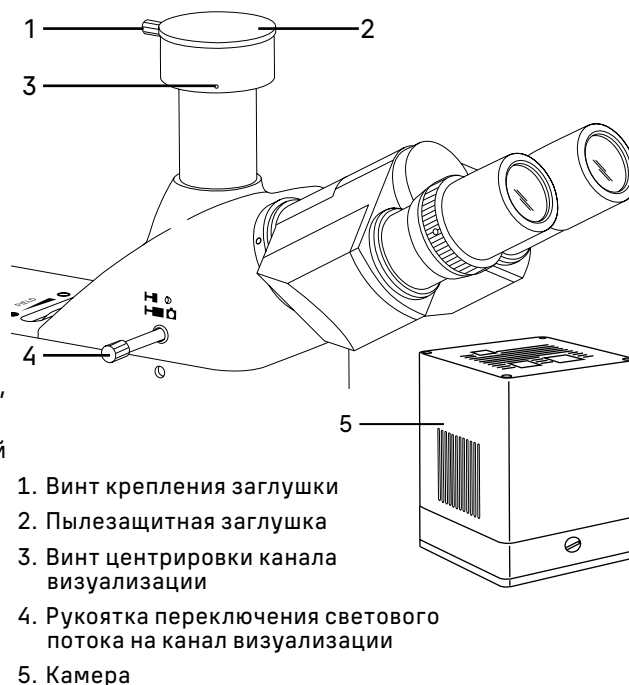
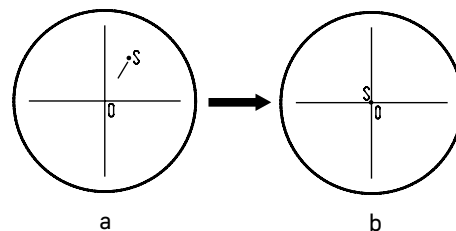

Рис. 13. Использование канала визуализации
Рис. 14. Настройка канала визуализации
Камера оснащена сенсором 8,3 Мпикс и формирует реалистичное изображение в разрешении 3840х2160 пикс. Камера рекомендуется для работы с объективами 4х, 10х, 20х и 40х. При работе с объективами малого увеличения камера позволит различить больше мелких деталей. Конструкция микроскопа предусматривает наблюдение объекта через окуляры и фотографирование объекта. Цифровая камера устанавливается в вертикальный тубус с каналом визуализации 22 (рис. 1), расположенный на верхней стороне тринокулярной насадки. В нерабочем состоянии он закрыт пылезащитной заглушкой 2 (рис. 13). Переключение на канал визуализации осуществляется при помощи рукоятки 4 (рис. 13). Рукоятка располагается с левой стороны тринокулярной визуальной насадки.
- Ослабьте винт крепления заглушки 1 (рис. 13). Уберите пылезащитную заглушку 2 (рис. 13) из вертикального выхода.
- В комплекте микроскопа есть переходник под крепление C-mount. Соедините камеру 5 (рис. 13) с переходником.
- Установите камеру 5 (рис. 13) в канал визуализации и закрепите ее винтом 1 (рис. 13).
- Выдвиньте рукоятку переключения светового потока 4 (рис. 13) до упора. Крайнее выдвинутое положение соответствует работе без использования канала визуализации.
- Включите камеру 5 (рис. 13) согласно инструкции, настройте изображение.
Если есть жесткое требование по синхронизации изображения в окулярах и камере (совпадение между центром и направлением изображения), необходимо отрегулировать канал визуализации при помощи трех винтов центрировки 3 (рис. 13).
- Установите рукоятку переключения светового потока 4 (рис. 13) в положение для наблюдения через окуляры. Наблюдая объект через окуляры, найдите отличительную точку в поле зрения (легко идентифицируемую цель, такую как точка S на рис. 14а), переместите объект на предметном столике так, чтобы данная точка находилась в центре поля зрения как показано на рис. 14b. Для этой процедуры вместо обычного объекта исследования удобно использовать специальный калибровочный слайд с перекрестием, а вместо обычного окуляра – окуляр с перекрестием.
- Вытяните рукоятку переключения светового потока 4 (рис. 13) в положение для фотографирования. Посмотрите объект наблюдения на экране монитора или дисплея, проверьте, находится ли изображение идентифицируемой точки в центре поля зрения. Если изображение точки отклоняется от центра поля зрения, отрегулируйте три центрирующих винта на канале визуализации, чтобы сместить идентифицируемую точку к центру.
- Подвигайте образец и проверьте, переместилось ли изображение образца на мониторе или экране дисплея в том же направлении, что и перемещался образец. Если изображение сдвигается в другом направлении, необходимо отрегулировать положение камеры. Ослабьте крепежный винт 1 (рис. 13), разверните камеру 5 (рис. 13), так, чтобы сделать отображаемое направление изображения в линию вдоль с направлением движения предметного столика, затем закрепите винт.